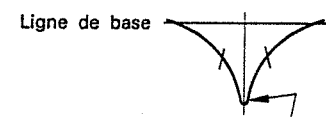

Fig. 12 Régler la sortie du généscope de façon à ce qu'il y ait un peu de bruit au niveau du front d'onde.
1. Appliquer un signal faible du généscope. Régler T202 afin d'obtenir un gain maximum et la forme d'onde de la Fig. 12.